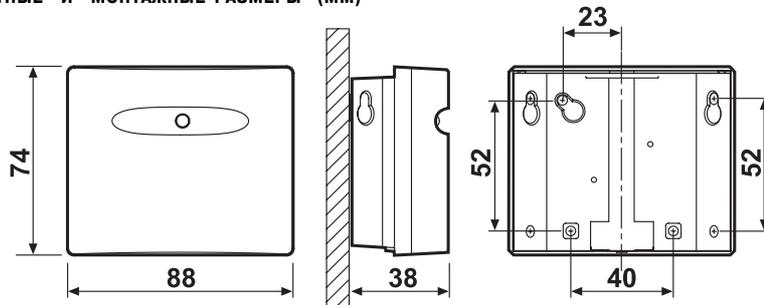

Рис.11
- Подготовить отверстия в стене под крепление извещателя согласно (рисунок 11). Вкрутить шурупы в верхние отверстия. Ввести провода питания, ШС, ЧЗ, заземления в окно на корпусе. Повесить извещатель на шурупы. Зафиксировать извещатель через нижние отверстия.